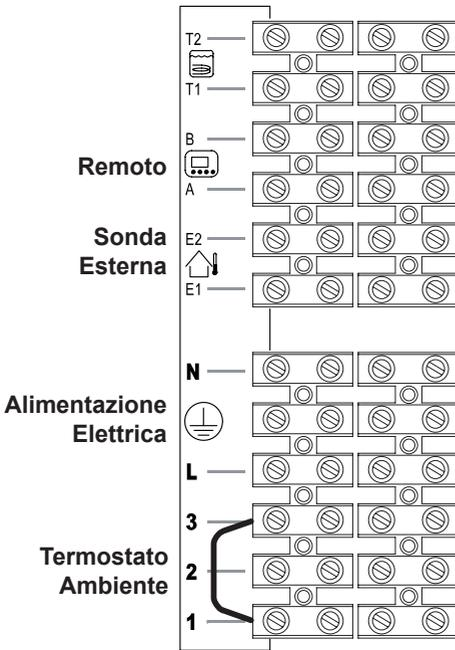
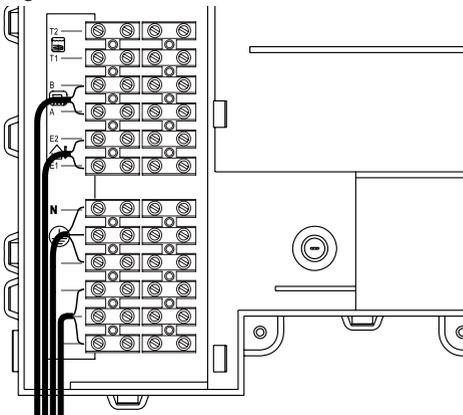

Figura 5.16
Figura 5.17
- Collegare il cavo di alimentazione elettrica proveniente dall'interruttore onnipolare alla morsettiera di alimentazione elettrica della caldaia Figura 5.16 rispettando la corrispondenza della linea (filo marrone) e del neutro (filo azzurro).
Il percorso del cavo o dei fili di alimentazione elettrica della caldaia e del termostato ambiente devono seguire il percorso indicato in Figura 5.17.
Per il collegamento di un termostato ambiente servirsi dei morsetti indicati in Figura 5.16. Collegando un qualsiasi tipo di termostato ambiente, il ponticello elettrico presente tra "1 e 3" va tolto.
Per il collegamento di valvole di zona servirsi dei morsetti termostato ambiente indicati in Figura 5.16 e Figura 5.17. I conduttori elettrici dei contatti del micro della valvola di zona vanno inseriti nei morsetti "1 e 3" della morsettiera termostato ambiente come in Figura 5.17.
Il percorso dei fili di collegamento della sonda esterna devono seguire il percorso indicato in Figura 5.17.
Il percorso del cavo del comando remoto deve seguire il percorso indicato in Figura 5.17.